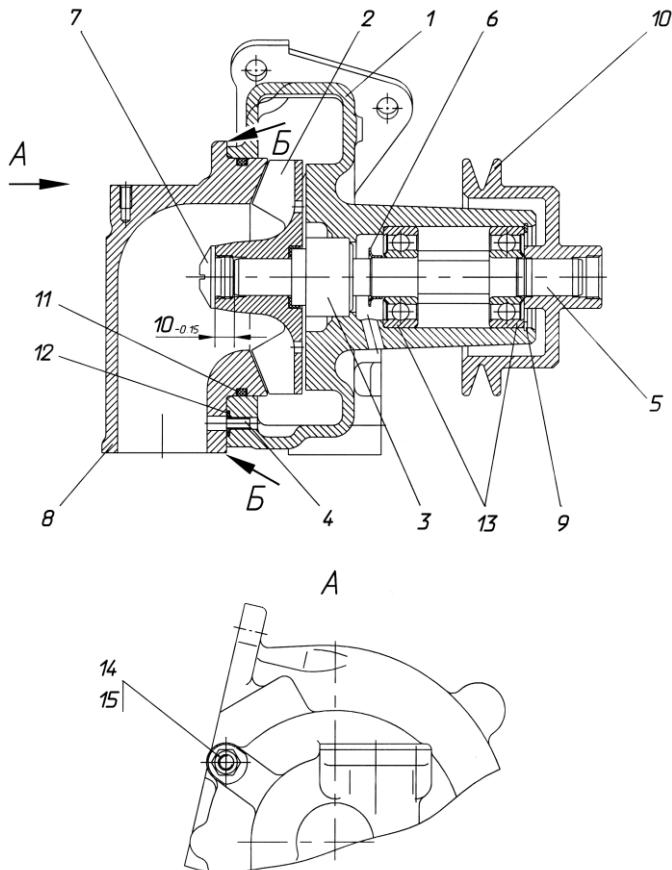

Рис. 103. Водяной насос:
- 4 Отвернуть гайки 14 (рис. 103) патрубка 8.
- 2 Напрессовать на вал 5 (рис. 103) подшипники 13 и водосбрасыватель 6. При этом необходимо:
- 9 Напрессовать крыльчатку 2 в сборе с манжетой и уплотнительной втулкой на вал 5 (рис. 103). При этом необходимо:
- установить крыльчатку и в валу в размер  $10_{-0,15}$  мм (рис. 103) между торцом вала и торцом ступицы крыльчатки. Для этого необходимо при запрессовке установить на торец вала диск диаметром не более 13 мм и высотой  $10_{-0,15}$  мм.